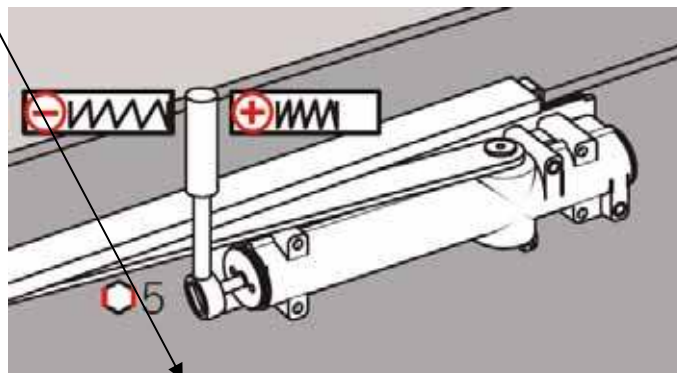

Рис. 8. Регулировка усилия доводчика **DORMA TS92**.
Регулировка усилия доводчика осуществляется предварительным сжатием пружины с помощью регулировочного винта (рис. 8).
7. С помощью винта на **рис. 8**, установите необходимое усилие закрывания двери.